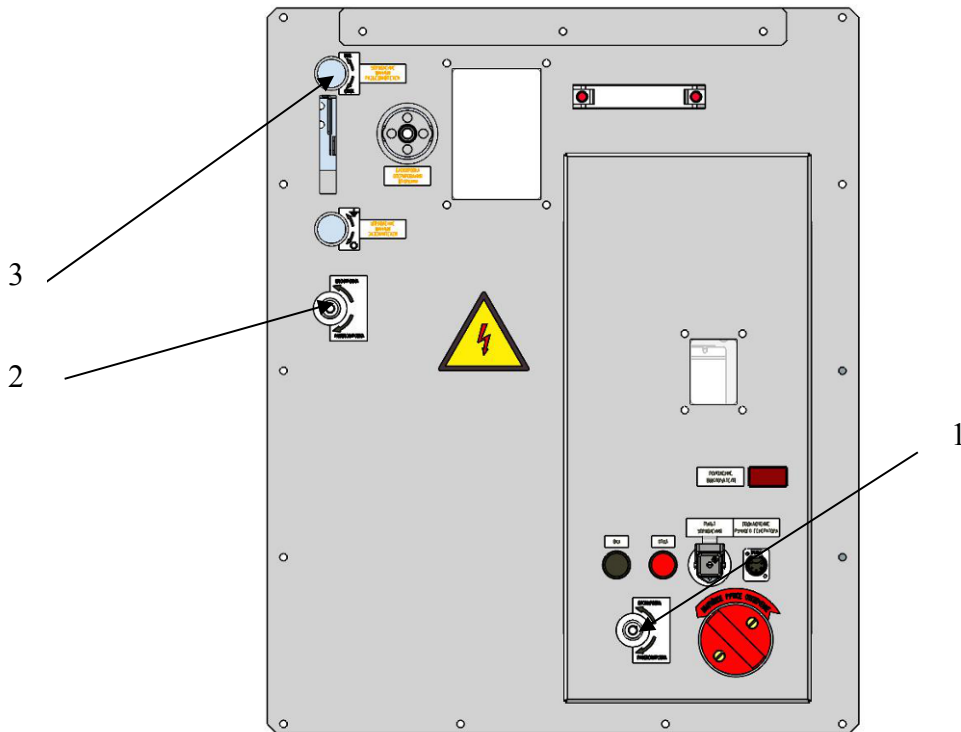

Рисунок 14 - Панель высоковольтного отсека КСО
- ключ (поставляется в комплекте с КСО) находится в окне 1 (рисунок 14) в положении разблокировано (вакуумный выключатель включен). Блокировка должна препятствовать возможности открытия шторки 3 (рисунок 14).
- ключ находится в окне 2 (рисунок 14) в положении разблокировано (разъединитель отключен). Блокировка должна препятствовать возможности извлечения ключа из окна 2 (рисунок 14).